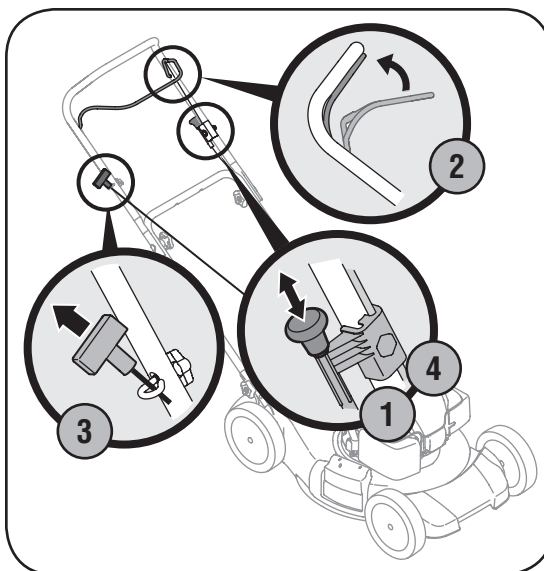

Figura 4-2: Poner en marcha la podadora.
1. Saque la perilla de estérter localizada en el lado izquierdo del mango superior. Vea la Figura 4-2.
2. Colóquese detrás de la podadora, apriete la manija de control de la cuchilla y sosténgala contra la manija superior. Ver la Figura 4-2.
3. Sostenga firmemente las dos manijas juntas, tome la manija del arrancador de retroceso y tire de la cuerda para sacarla con un movimiento rápido y continuo. Vea la Figura 4-2. Mantenga firme la manija del arrancador, deje que la cuerda regrese lentamente al arrancador. Repita hasta que el motor esté en marcha. Deje que la cuerda se enrosque lentamente de regreso.